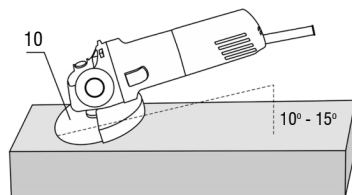

Fig. 10 – Ángulo correcto de esmerilado
4. Asegure la máquina en un ángulo de 10 a 15° en relación a la superficie a ser trabajada, Fig. 10. Si el ángulo fuera menor que el recomendado, el trabajo realizado con la herramienta será más difícil de controlar, y forzará demasiado el equipo. Si el ángulo fuera mayor que el recomendado la calidad del trabajo quedará comprometida con muchas rugosidades en la superficie trabajada;